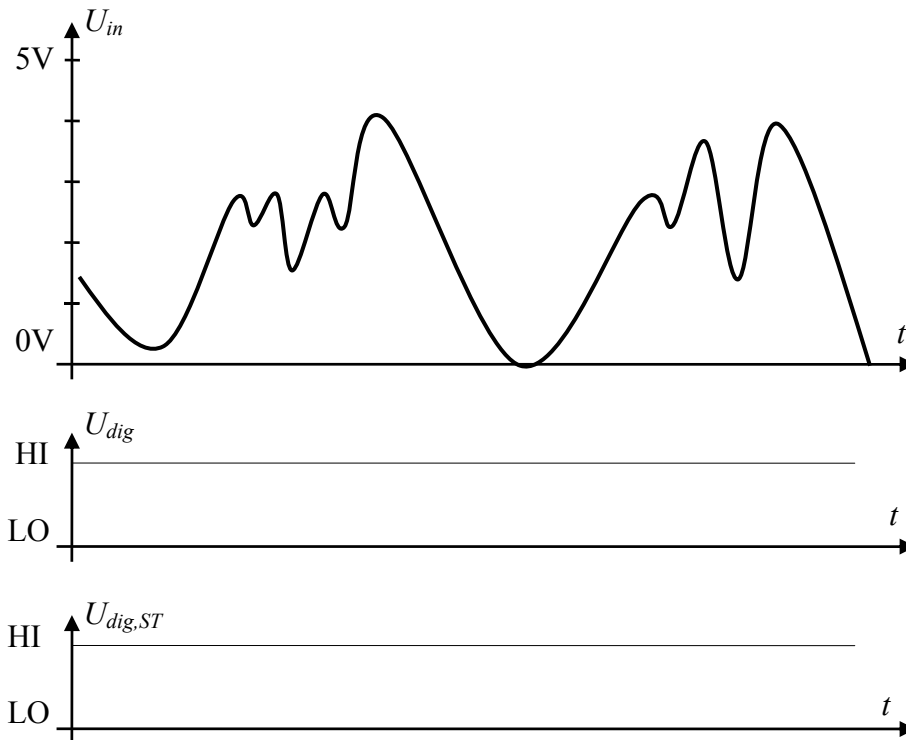

Abbildung 1
Gegeben ist der Spannungsverlauf  $U_{in}$  in Abbildung 1:
- (e) Wie sieht die Ausgangsspannung  $U_{dig,ST}$  am Ausgang des Schmitt-Trigger aus, wenn Sie die Eingangsspannung nach Abbildung 1 anlegen? Tragen Sie den Verlauf in Abbildung 1 ein!